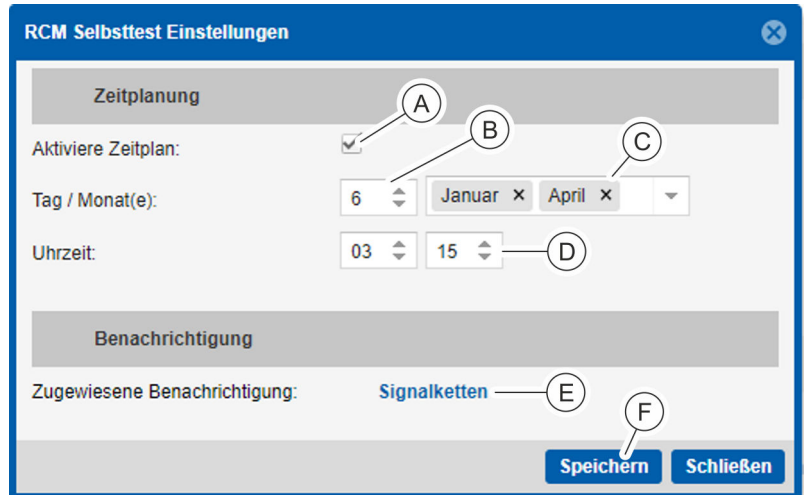

Abb. 109: RCM Selbsttest Einstellungen
1. ➔ Über das Menü „Konfiguration“ ➔ „RCM Selbsttest Einstellungen“ die Maske "RCM Selbsttest Einstellungen" aufrufen (Abb. 109).
2. ➔ Checkbox „Aktiviere Zeitplan“ anklicken, um den automatischen RCM Selbsttest zu aktivieren (Abb. 109/Ⓜ).
3. ➔ Über das Feld „Tag“ den gewünschten Tag des Monats auswählen (Abb. 109/Ⓝ).
4. ➔ In der Auswahlbox „Monat(e)“ die gewünschten Monate auswählen (Abb. 109/Ⓞ).
5. ➔ In den Feldern „Uhrzeit“ die gewünschte Uhrzeit auswählen (Abb. 109/Ⓟ).
6. ➔ Gegebenenfalls Signalketten zuweisen, die nach der Durchführung des RCM Selbsttests ausgeführt werden (Abb. 109/Ⓠ).
7. ➔ Einstellungen über die Schaltfläche „Speichern“ übernehmen (Abb. 109/Ⓡ).